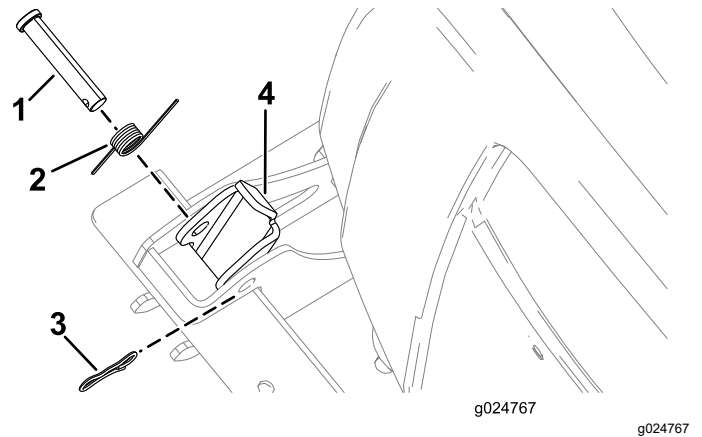

Figura 20
1. Retire la chaveta del pasador (Figura 20).
2. Retire el pasador y el muelle del enganche (Figura 20).